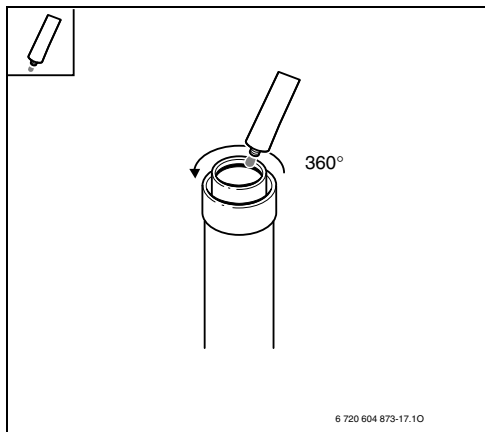

Fig. 31
► Aplicar un poco de grasa exenta de solventes (por ej. vaselina) en el vedante/junta del lado del escape (Fig. 31 ).